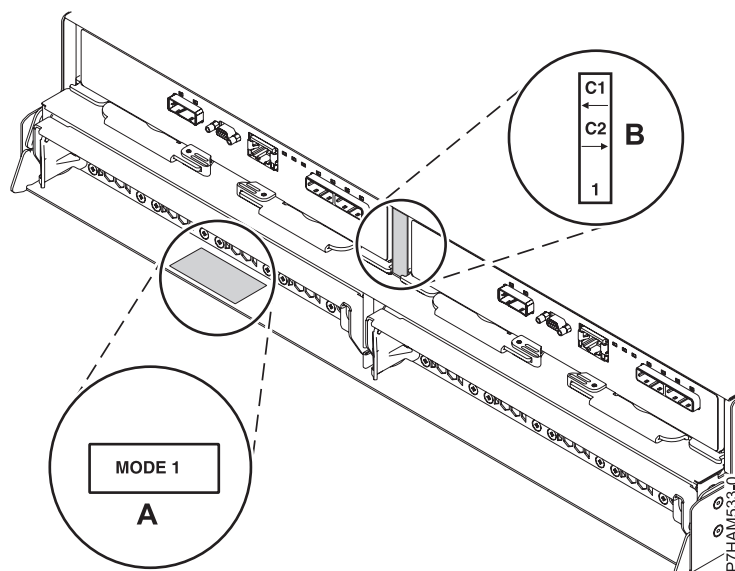

Figure 33. Emplacements des autocollants de mode à l'arrière du boîtier d'unité de disque 5887
1. Confirmez le mode défini en usine du boîtier d'unité de disque 58/87 en utilisant les informations imprimées sur les autocollants situés à l'arrière du boîtier. Les autocollants sont apposés sur le panier inférieur gauche du châssis (A) et sur le support central situé entre les modules ESM (B). Ils indiquent si le boîtier est défini sur le mode 1, le mode 2 ou le mode 4, comme illustré à la figure 33.